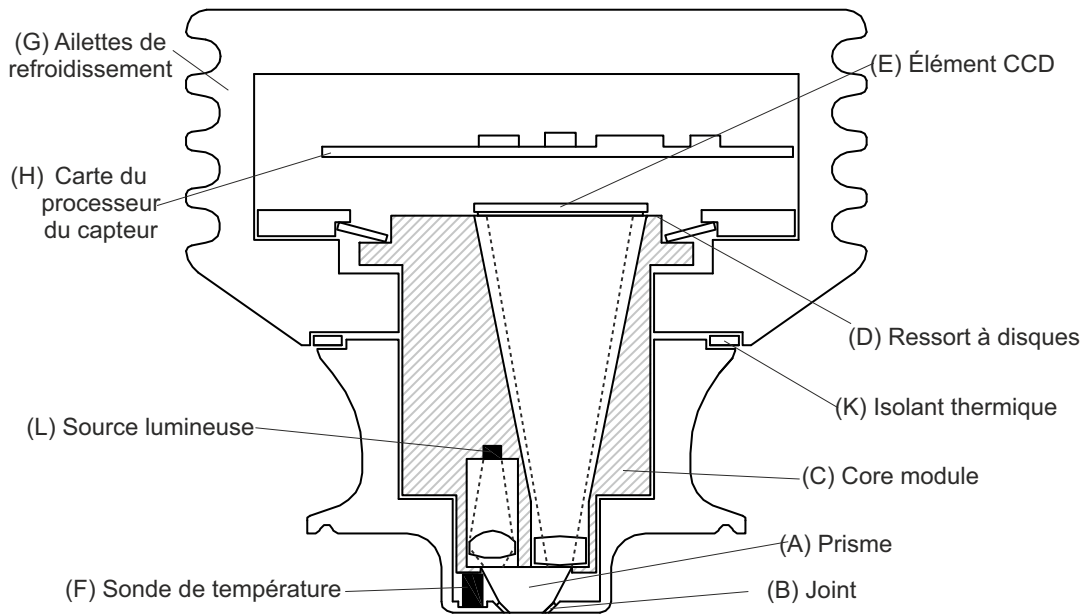

Figure 2.1 Structure du capteur PR-23
La Figure 2.1 ci-dessous présente une image en coupe du capteur d'un réfractomètre en ligne PR-23. Le prisme de mesure (A) est encastré à la surface de l'extrémité de la sonde. Le prisme (A) et tous les autres composants optiques sont fixés au module CORE solide (C), qui est monté sur ressort (D) contre le joint du prisme (B). La source lumineuse (L) est une diode électroluminescente (LED) jaune et le récepteur est un élément CCD (E). Un isolant thermique (K) et des ailettes de refroidissement (G) protègent le système électronique de la chaleur du procédé. La carte du processeur du capteur (H) reçoit les données brutes de l'élément CCD (E) et la sonde de température du procédé Pt-1000 (F), puis calcule l'indice de réfraction n_D et la température du procédé T. Ces informations sont envoyées au transmetteur.